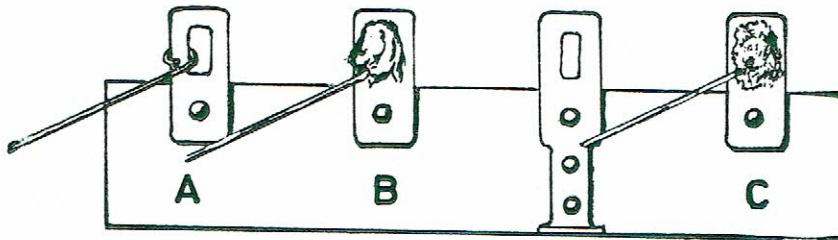

fig. 5
**Soldeerbewerking:** alvorens een onderdeel vast te solderen moet eerst een behoorlijk mechanisch contact verwezenlijkt worden tussen de beide te verbinden elementen, bvb. tussen een verbindingsdraad en een soldeerlipje. Hiertoe wordt de draad door het soldeerlipje gestoken en dan met behulp van een tang aan het uiteinde omgeplooid (fig. 5 A).
Een goede soldeerverbinding ziet er glimmend en glad uit (fig. 5 B).
Een soldeerverbinding die met een koude bout, of wanneer de draad beweegt gedurende de verharding, verwezenlijkt werd, is korrelachtig en dof (fig. 5 C), en moet herbegonnen worden.